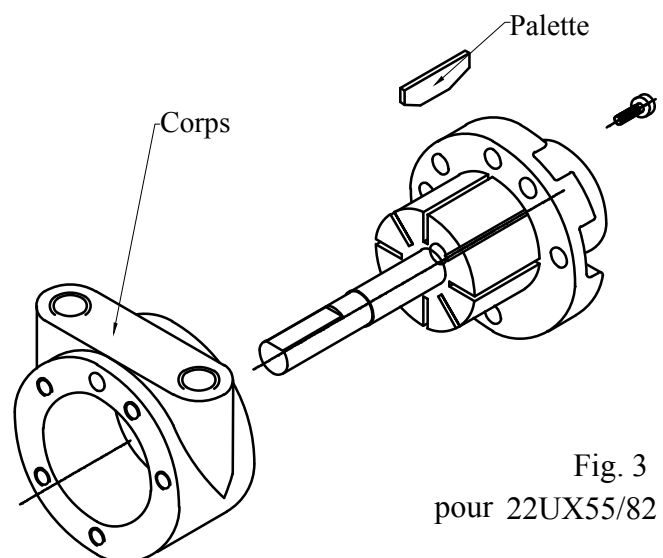

Fig. 3
6. Retirez le corps et les lames. Reportez-vous sur la figure .3.